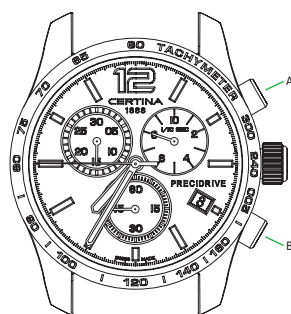

Fig. 4
**Letture dell'ultimo tempo (secondo la Fig. 4)**